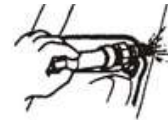

Рис. 55
9.1.3 Перевірте наявність пального в баку (Рис. 55).